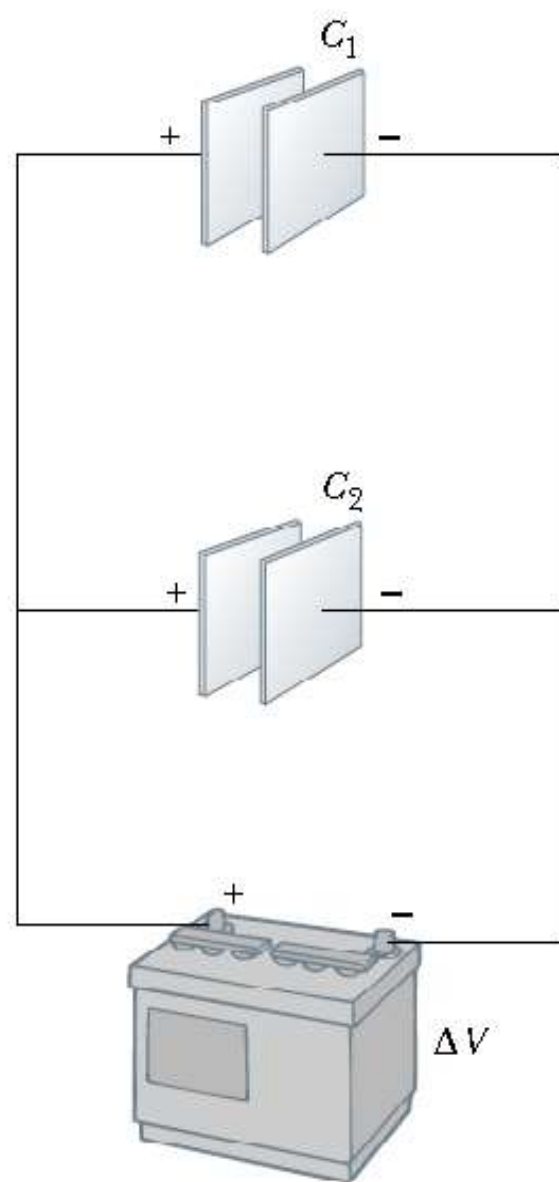

Figure 1
- Lorsqu'on connecte les condensateurs dans le circuit (figures 1, 2 et 3), des électrons sont transférés entre les fils et les armatures ;